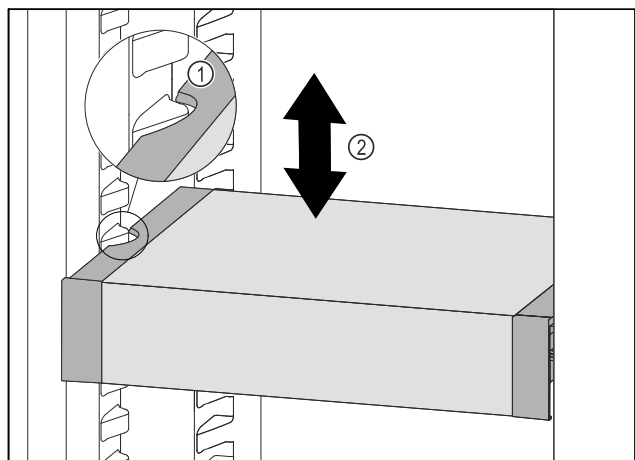

Fig. 96
- ▶ Изтеглете VarioSafe напред, докато страничните прорези на VarioSafe се намират на височината на ребро на съда в хладилната част. Fig. 96 (1)
- ▶ Преместете VarioSafe нагоре или надолу в хладилната част, докато се достигне желаната височина. Fig. 96 (2)